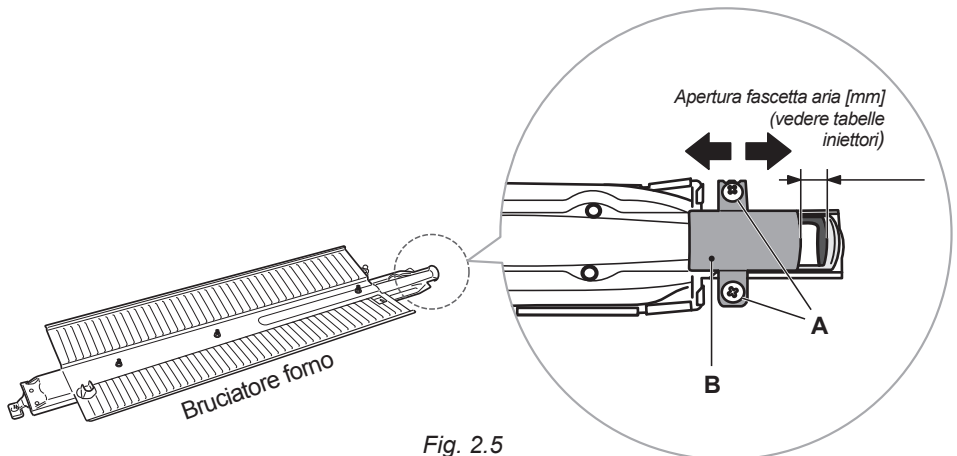

Fig. 2.5
- Con un cacciavite a croce allentare le viti "A" di fissaggio della fascetta aria (fig. 2.5) e, a seconda del gas utilizzato, spostare la fascetta "B" avanti-indietro in modo da aprire o chiudere il passaggio d'aria secondo le indicazioni riportate nella tabella iniettori.